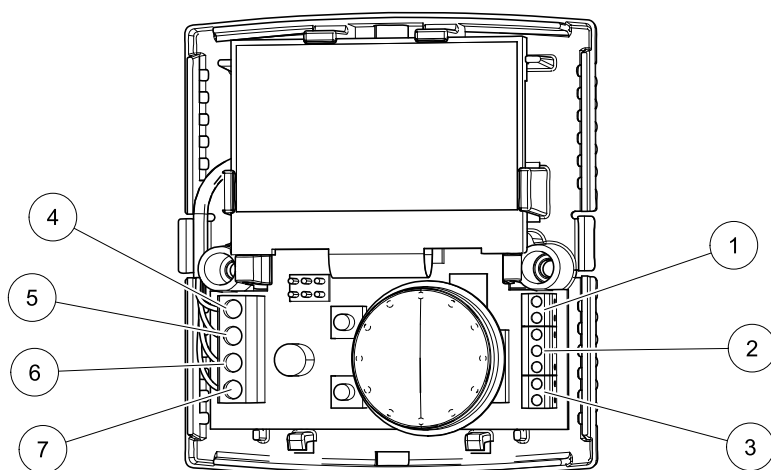
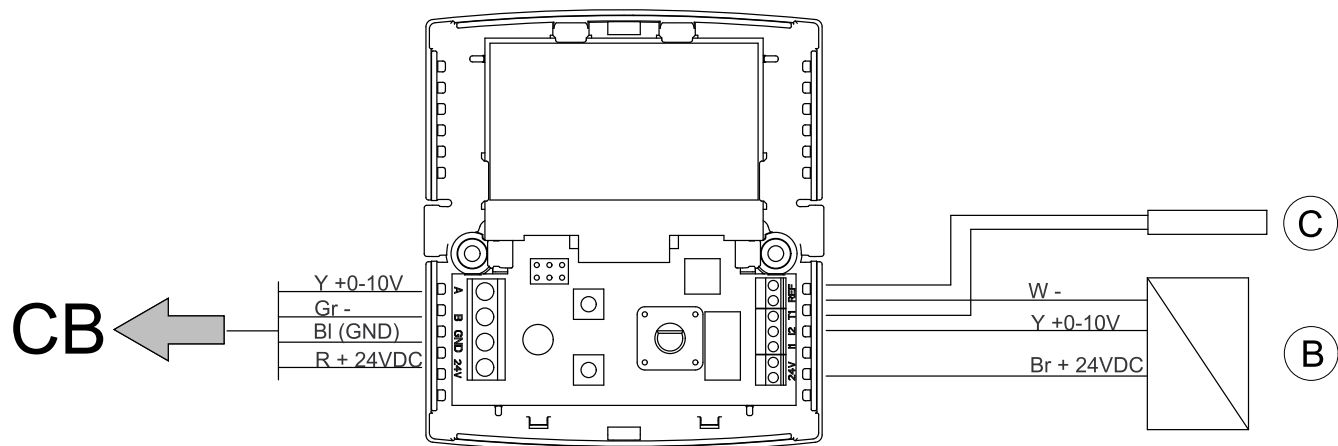

Fig. 6 Connexions internes contrôleur mural
Fig. 8 Exemple de connexion vers des composants externes sur le contrôleur mural
Lorsque le connecteur du contrôleur mural est inutilisé, il est possible de connecter le câble signal 4 pôles/alimentation directement sur une borne du contrôleur (pos. 4-7, figure 6). Pour plus d'informations sur le câblage, voir figure 8, tableau 2.